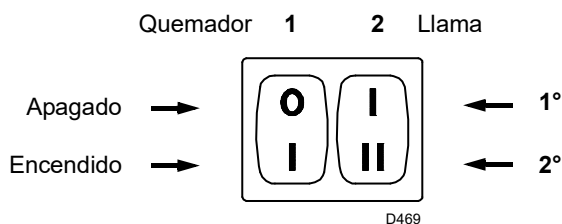

Fig. 19
- Poner en marcha el quemador cerrando los termostatos y con el interruptor 1)(Fig. 19) en la posición "ENCENDIDO". La bomba debe girar en el sentido de la flecha que hay marcada en la tapa.
- Cuando el gasóleo sale por el tornillo 4) o 8), es indicación de que la bomba está cebada. Parar el quemador: interruptor 1)(Fig. 19) en posición de "APAGADO" y enroscar el tornillo 4) o 8).